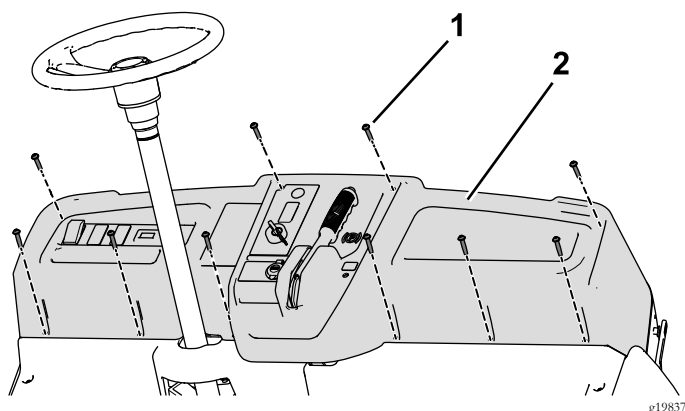

Bild 62
- Entfernen Sie die 10 Schrauben (1/4" x 1 1/4"), um das Armaturenbrett teilweise abzunehmen und die Feststellbremse abzuschließen (Bild 62).